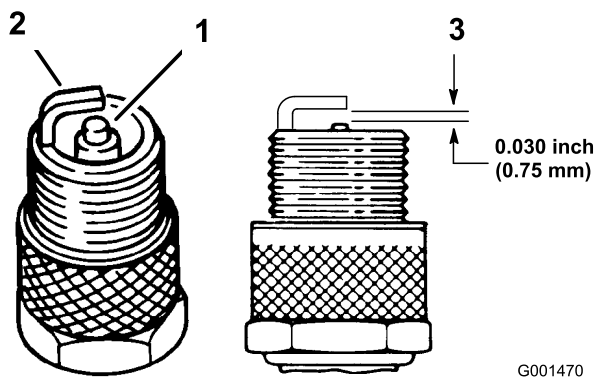

Figura 36
- Controllate le condizioni degli elettrodi laterale e centrale, e dell'isolatore dell'elettrodo centrale, per accertare che non siano avariati (Figura 36).
- Impostate la distanza tra il centro e il lato degli elettrodi a 0,762 mm (Figura 36). Montate la candela con la giusta distanza fra gli elettrodi, e serratela a 20 Nm.